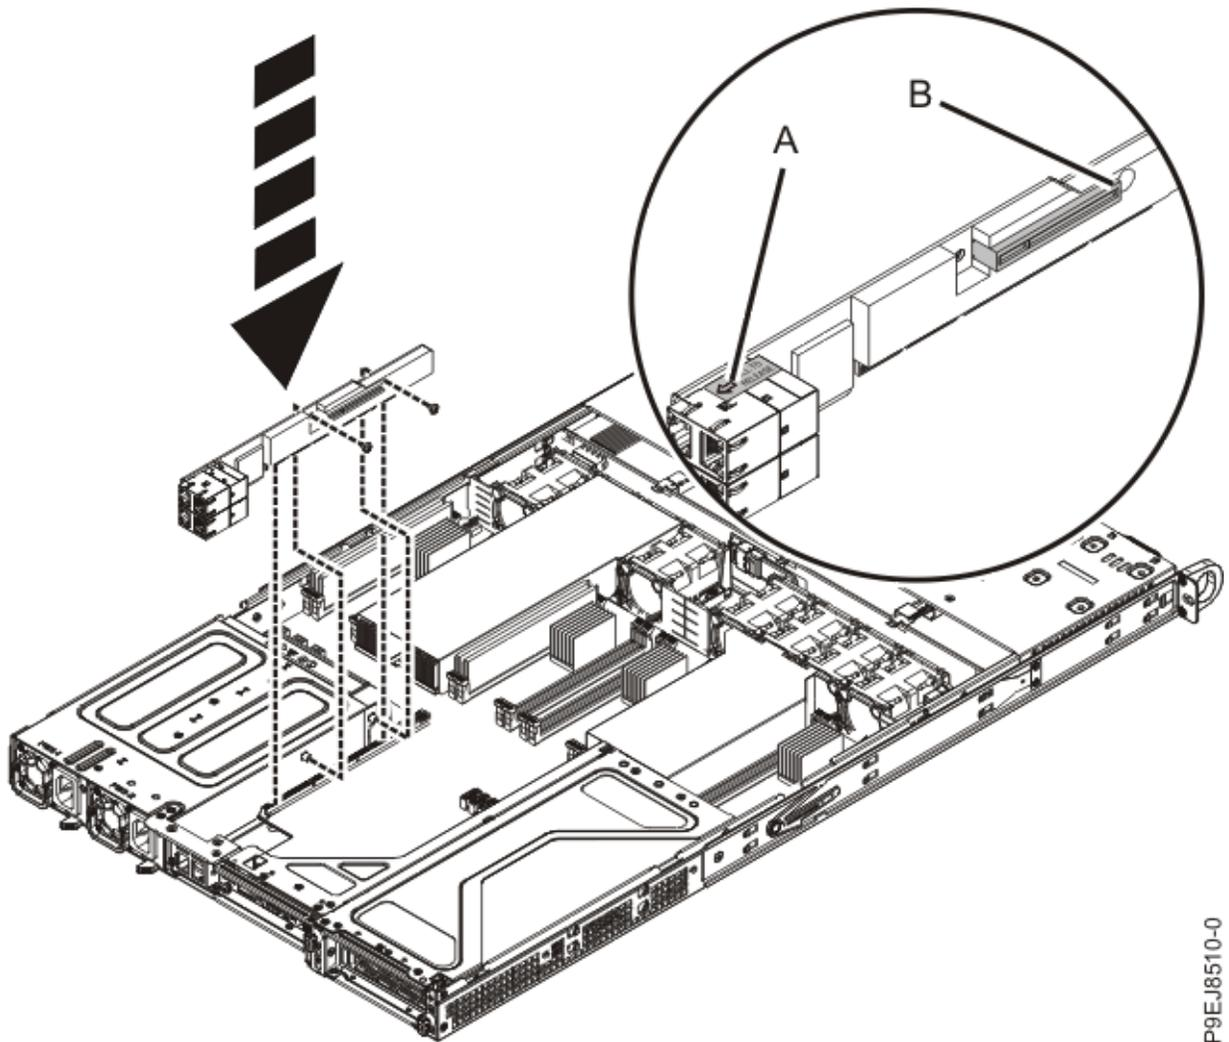

Abbildung 26. Schrauben der PCIe-Adapterriserkarte austauschen
- b) Tauschen Sie die zwei Schrauben aus, mit denen die PCIe-Riserkarte am Chassis befestigt wird (siehe Abbildung 26 auf Seite 31).